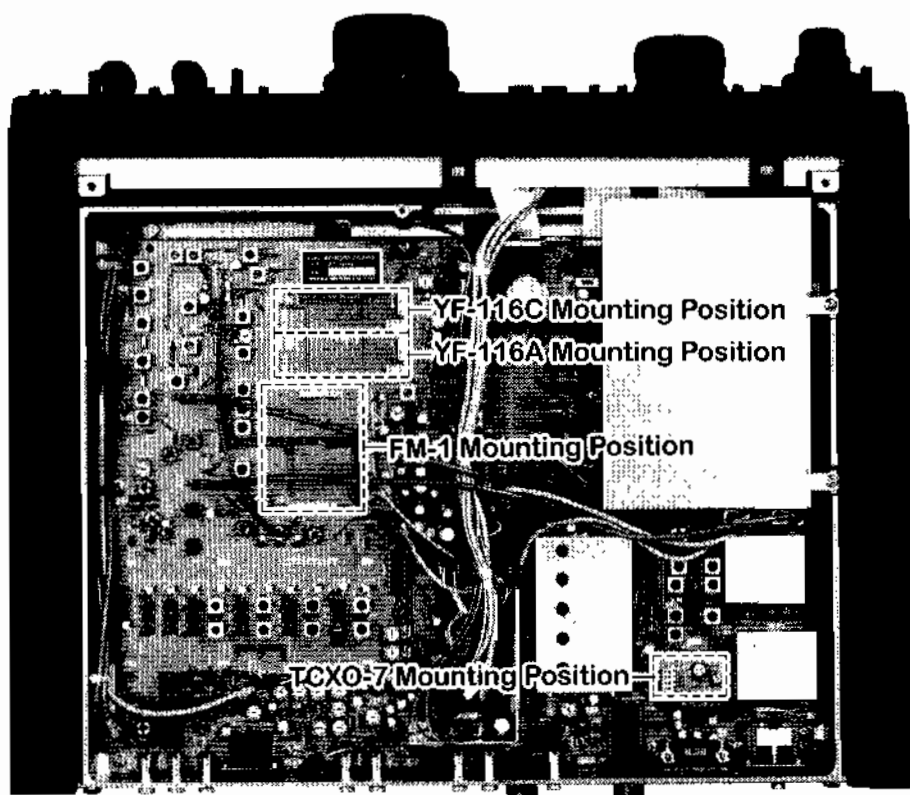

Figura 2
- ① Para empezar, retire la cubierta inferior del transceptor (refiérase a la sección anterior).
- ② Tomando la figura 2 como referencia, defina la posición donde ha de instalar el filtro de CW (YF-116C) y de AM (YF-116A) en la Unidad Principal del radio.
- ① Retire la cubierta inferior del transceptor (refiérase a la sección anterior).
- ② Refiérase a la figura 2 (anterior) y defina la posición donde se ha de instalar el oscilador TCXO-7, la cual corresponde a la que ocupa actualmente la "UNIDAD DEL OSCILADOR DE REFERENCIA".
- ② Refiérase a la figura 2 y defina la posición donde se ha de instalar el módulo FM-1 en la Unidad Principal del radio.